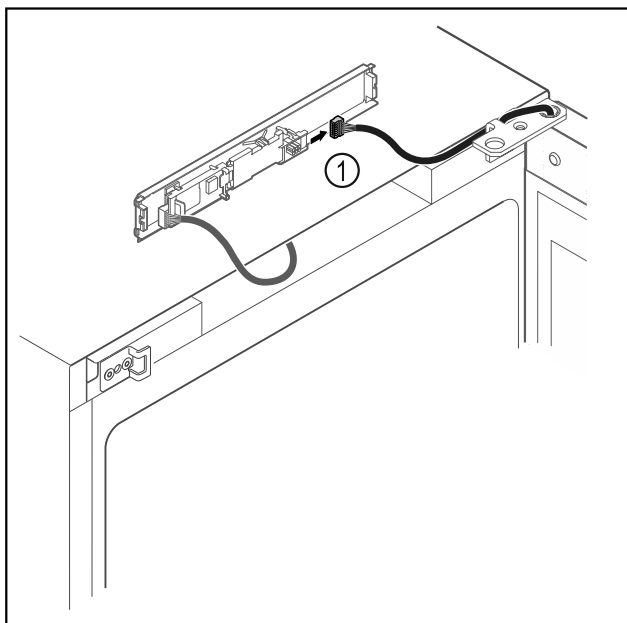

Fig. 14
- ▶ Αποσυνδέστε το φως Fig. 14 (1) από την πλακέτα.